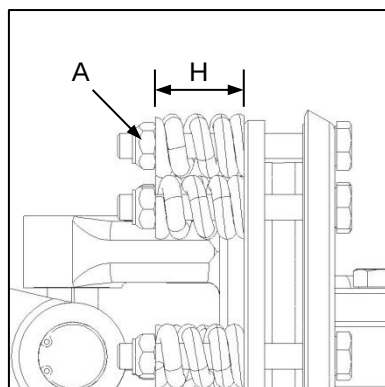

Fig. 5
- ✓ Release the pre-load on the friction clutch plates by loosening the nuts (Fig. 5-A) until the compression spring is just free to rotate by hand. Do not remove the nuts completely.
Following any maintenance or repair of the PTO friction clutch assembly the pre-load on the friction clutch plates must be adjusted to factory specifications. This is accomplished by adjusting the nuts (Fig. 5-A) to set the compressed spring length (Fig. 5-H).
- ✓ Ontspan die voorlas op die wrywingkoppelaarplate deur die moere los te draai (Fig. 5-A) totdat die drukveer net vry genoeg is om met die hand te draai. Moet die moere nie heeltemal verwyder nie.
Na instandhouding of herstel van die kragtakkeraswrywingkoppelaarmontering moet die voorlas op die koppelaarplate volgens fabriekspesifikasies verstel word. Dit word gedoen deur verstelling van die moere (Fig. 5-A) om die saamgeperste veer se lengte te stel (Fig. 5-H).